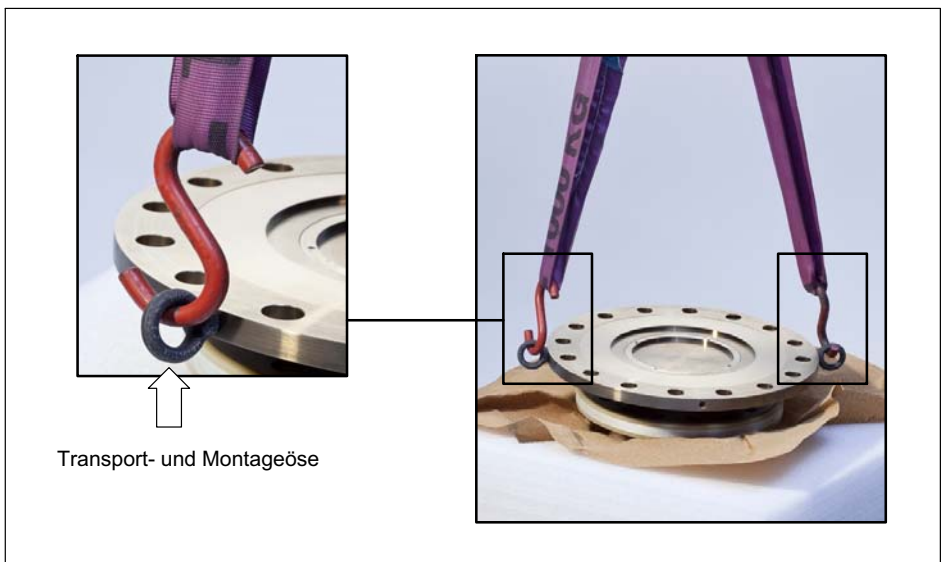

Abb. 5.1 Transport- und Montageösen am Rotor
Am Rotor sind als Transport- und Montagehilfe zwei Ösen eingeschraubt. Haken Sie in diese Ösen das Hebegeschirr ein, nur so ist gewährleistet, dass der Rotor waagrecht aus der Verpackung gehoben wird (*siehe Abb. 5.1*).
1. Heben Sie den Rotor aus der Verpackung, drehen Sie ihn horizontal um  $180^\circ$ , so dass Flansch B nach oben zeigt (*siehe Abb. 5.1*).
6. Heben Sie den Rotor vorsichtig an und verfahren Sie ihn an die Montagestelle (siehe Abb. 5.1).